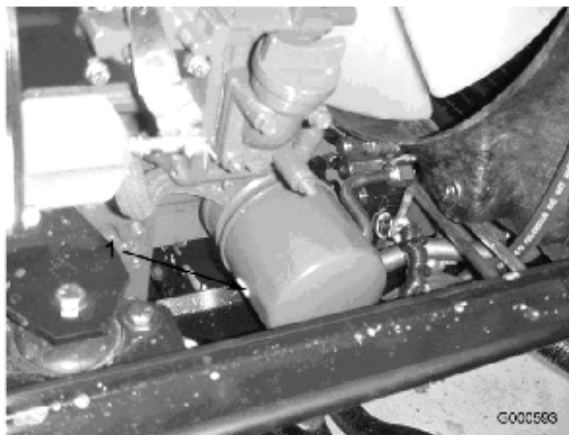

図 32
2. オイルフィルタ (図 32) を外す。新しいフィルタのシールに薄くエンジン・オイルを塗って取り付け。締めすぎないように注意すること。